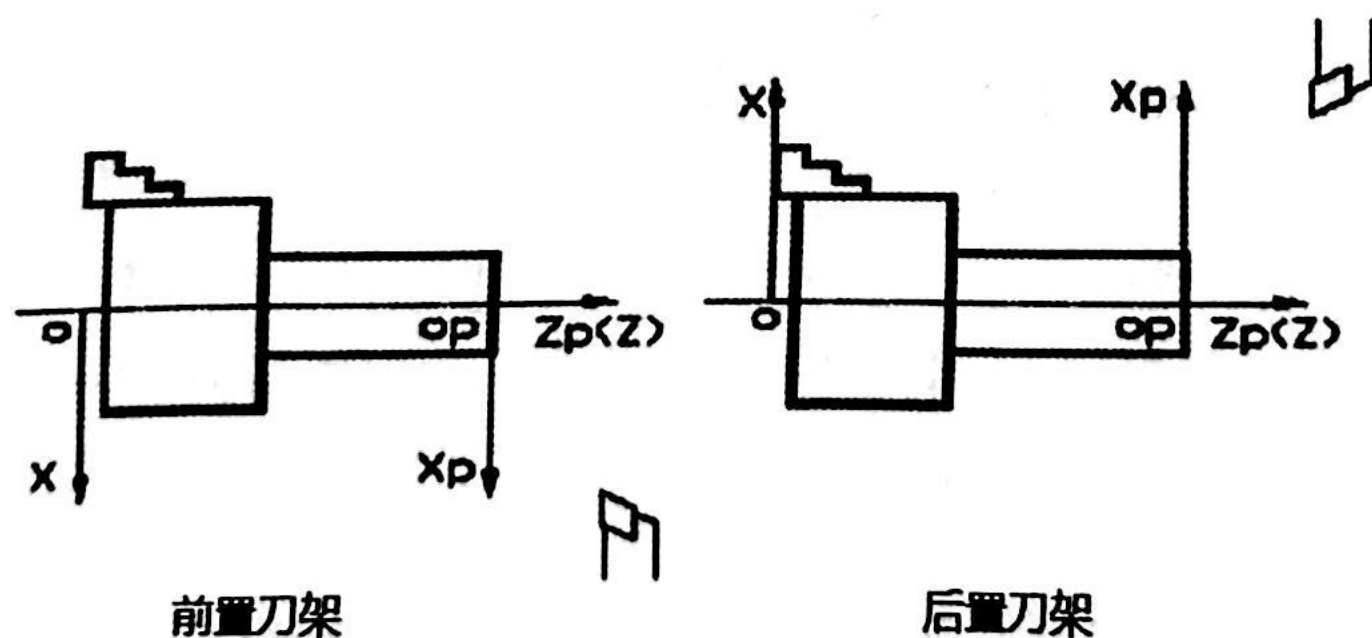

图 2-63 前置刀架与后置刀架
(1) 车削编程中，采用后置刀架车床编程，如图2-63所示。